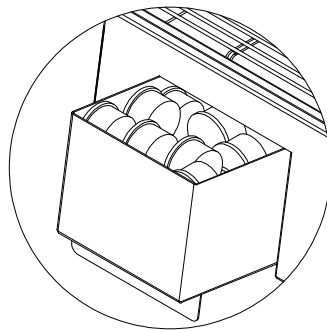

fig.2
Quando si richiude lo sportello (G) lo spintore a questo collegato spinge la capsula appena introdotta che a sua volta espelle la precedente facendola cadere nel cassetto raccogli capsule (F) (fig.2).
- La capsula viene portata in posizione all'interno della macchina solamente tramite lo spintore di cui è dotato lo sportello (G), **NON utilizzare MAI le dita per questa operazione.**
- NON aprire MAI lo sportello (G) in fase di erogazione della bevanda.**
- L'eccessivo riempimento di capsule nel cassetto raccogli capsule (F) (fig.2) può compromettere / danneggiare la componentistica interna !!